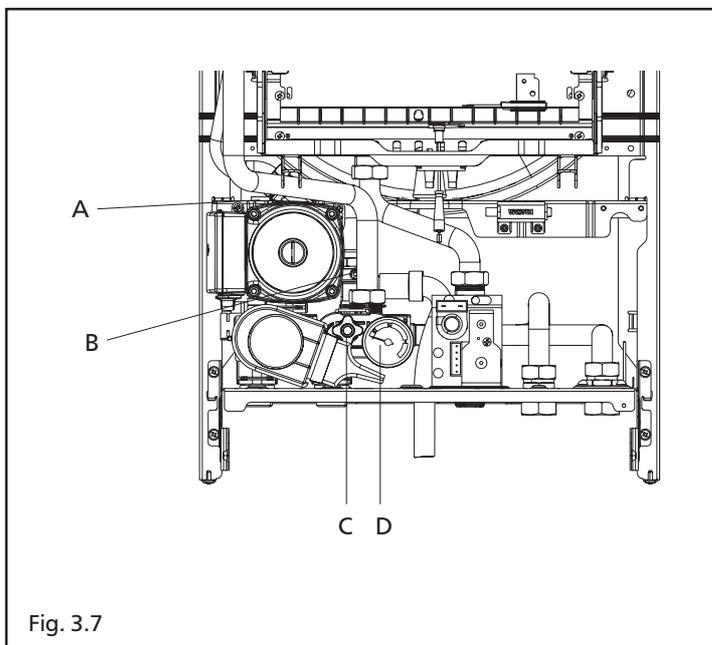

Fig. 3.7
Per i riferimenti ai vari componenti consultare il disegno raffigurato in fig. 3.7.
- collegare il tubetto in gomma, fornito di serie, alla valvola di scarico caldaia C (fig. 3.7)